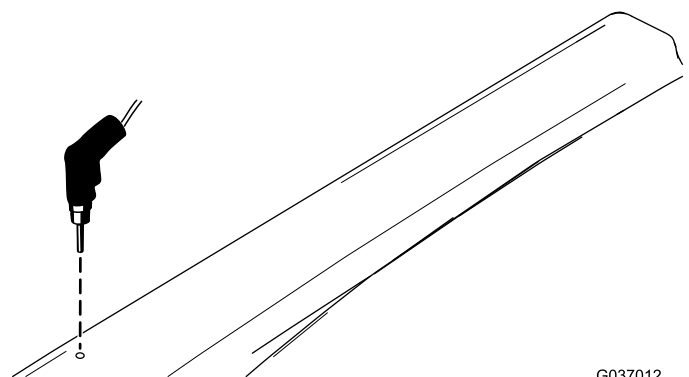

Figura 13
15. Utilizando o orifício na parte superior do suporte de apoio do teto como modelo, faça um furo de 7,9 mm em cada lado do toldo (Figura 13).